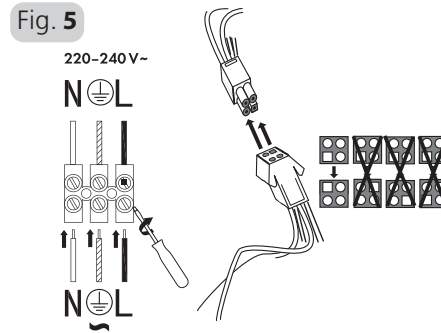

Fig. 5
2. Schließen Sie die Kabel von der Stromversorgung und Halterung wie folgt an die Anschlussklemmen an: Braunes Kabel: Phasenleiter (L), Blaues Kabel: Nulleiter (N), Grün/Gelb: Erdleiter. Siehe Abb. 5.
Brown wire: L, Blue wire: N, Green/yellow: Ground. Refer to Fig 5.
Câble marron : L, Câble bleu : N, Vert/jaune : Terre. Voir Figure 5.
2. filo marrone: L, filo blu: N, verde/giallo: terra, vedere fig. 5.
Bruine draad: L, Blauwe draad: N, Groen/geel: Aarde. Zie Fig. 5.
2. Ligue os cabos da alimentação e o suporte aos terminais dos fios conforme se segue: Fio castanho: L, Fio azul: N, Verde/amarelo: Terra. Consulte a Fig. 5.
Коричневый провод: L, Синий провод: N, Зеленый/желтый: Заземление. См. рис. 5.
Przewód brązowy: L, Przewód niebieski: N, Zielony/żółty: Uziemienie. Patrz rys. 5.